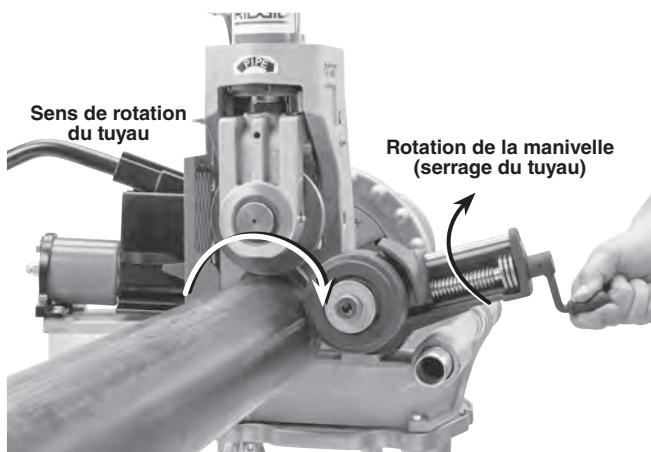

Figure 18 – Positionnement du stabilisateur
Le stabilisateur ne peut être utilisé que lorsque le commutateur REV/OFF/FOR du système d'entraînement se trouve en position REV (dans le sens de rotation indiqué sur la rainureuse indiqué à la *Figure 18*). S'il est utilisé avec le commutateur REV/OFF/FOR en position FOR, le tuyau sera éjecté des galets de la rainureuse.
3. Tournez la manivelle du stabilisateur pour l'amener contre le tuyau. Ajoutez un tour de manivelle pour mettre sa roue en charge contre le tuyau (*Figure 18*). Ne pas passer votre main de l'autre côté du tuyau pour régler le stabilisateur.